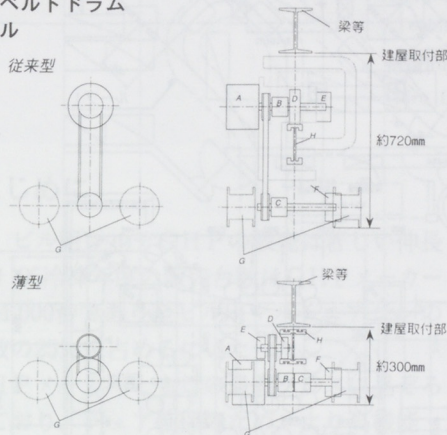

図1 機構配置図
図1はそれぞれ従来モデルと「YDMS50U」の機構配置を表した図である。従来モデルはI型のレール上面を駆動輪が走行し、駆動輪同軸上にDD（ダイレクト・ドライブ）モータが配置されている。リフト機構はレール下部に配置され、タイミングベルトを介してDDモータより動力が伝達される。つまり、上から順番に①モータ及び駆動輪、②レール、③リフト機構と縦に配列されているため、全高寸法は720mmとなっていた。